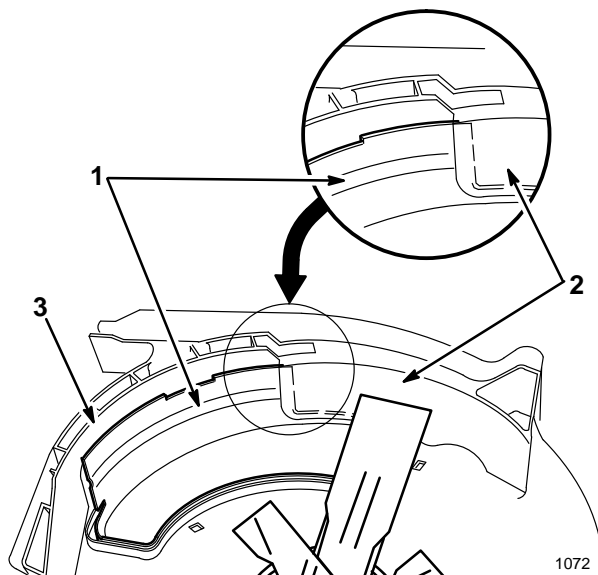

**Figure 35**
6. Enfoncer les trous en forme de serrure de l'éjecteur sur les deux boulons à embase du carter de tondeuse, et faire glisser l'éjecteur dans le sens des aiguilles d'une montre pour le verrouiller en position (Fig. 35).
7. Fixer l'éjecteur à l'aide de la vis papillon (Fig. 35).